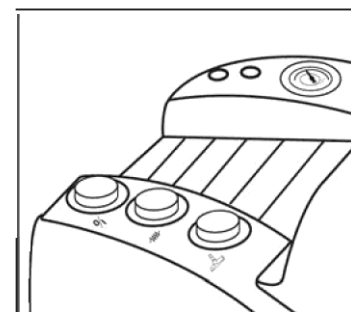

Fig. 15
Para parar el aporte de vapor/ospiración situarse en la empuñadura (21) (Fig. 14) apagar los interruptores situados en el aparato (Fig. 15) y desconectar el enchufe de la toma de corriente.